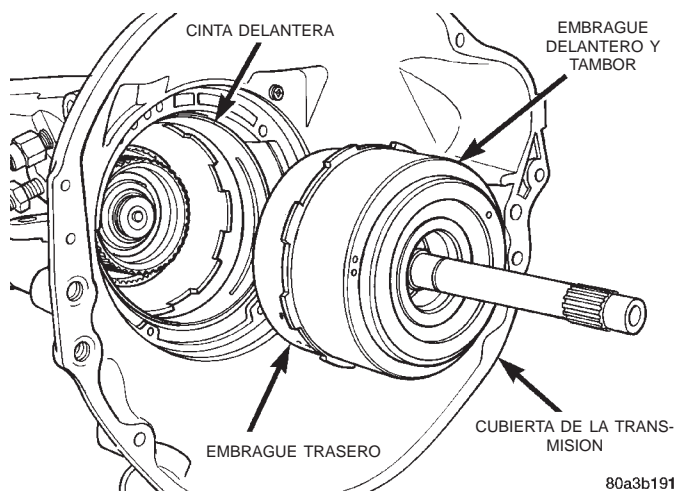

Fig. 107 Instalación del embrague delantero/trasero
(34) Instale las unidades de embrague delantero y trasero como conjunto (Fig. 107). Alinee el embrague trasero con el engranaje anular delantero e instale el conjunto en el casco impulsor. **Asegúrese de que la arandela de empuje y la placa de empuje del eje transmisor no se desplacen durante la instalación.**
(35) Mueva cuidadosamente los embragues ensamblados hacia adelante y hacia atrás para acoplar y asentar los discos de embrague traseros en el engranaje anular delantero. Compruebe que las orejetas de mando del embrague delantero estén totalmente